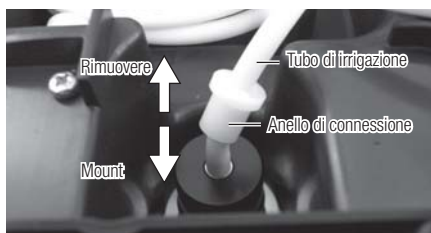

Fig.32
- 3) Rimuovere il tubo di irrigazione dall'unità di controllo. (Lato della bottiglia e lato del pannello frontale). (Fig. 32,33)
- 8) Montare il tubo di irrigazione seguendo la procedura inversa impiegata per la sua rimozione (Fig. 32). Inserire l'anello di connessione saldamente nell'unità di controllo fino al suo arresto. (Fig. 36)